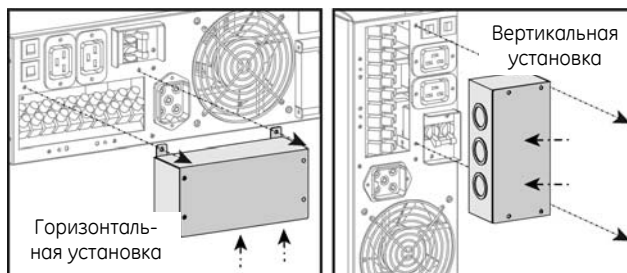

рис. 3.3.6.a
2. Прорежьте соответствующие отверстия в крышке. Зафиксируйте входной и выходной кабели с помощью муфт (рис. 3.3.6.b).
3. ВХОД. Подключите входной кабель к клеммам "L" (фаза), "N" (нейтраль) и проводник заземления к клемме "⊕". **Заземление обязательно!** (рис. 3.3.6.c).